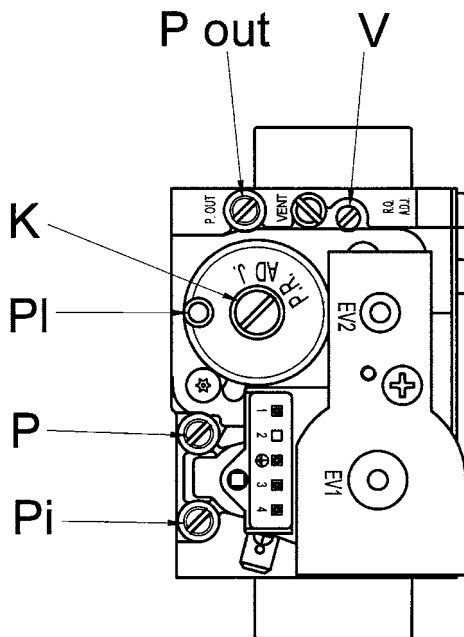

Fig. 27
- 2 Loosen the gas inlet pressure test point screw on the gas valve (see Fig. 27). Ensure the gas supply is on and open the boiler service cock to purge.
2. *Desserrez la vis du point d'essai de pression de la prise de gaz sur la vanne à gaz (voir Fig. 27). Assurez-vous que l'alimentation du gaz est active et ouvrez le robinet d'alimentation du gaz de la chaudière pour le vidanger.*